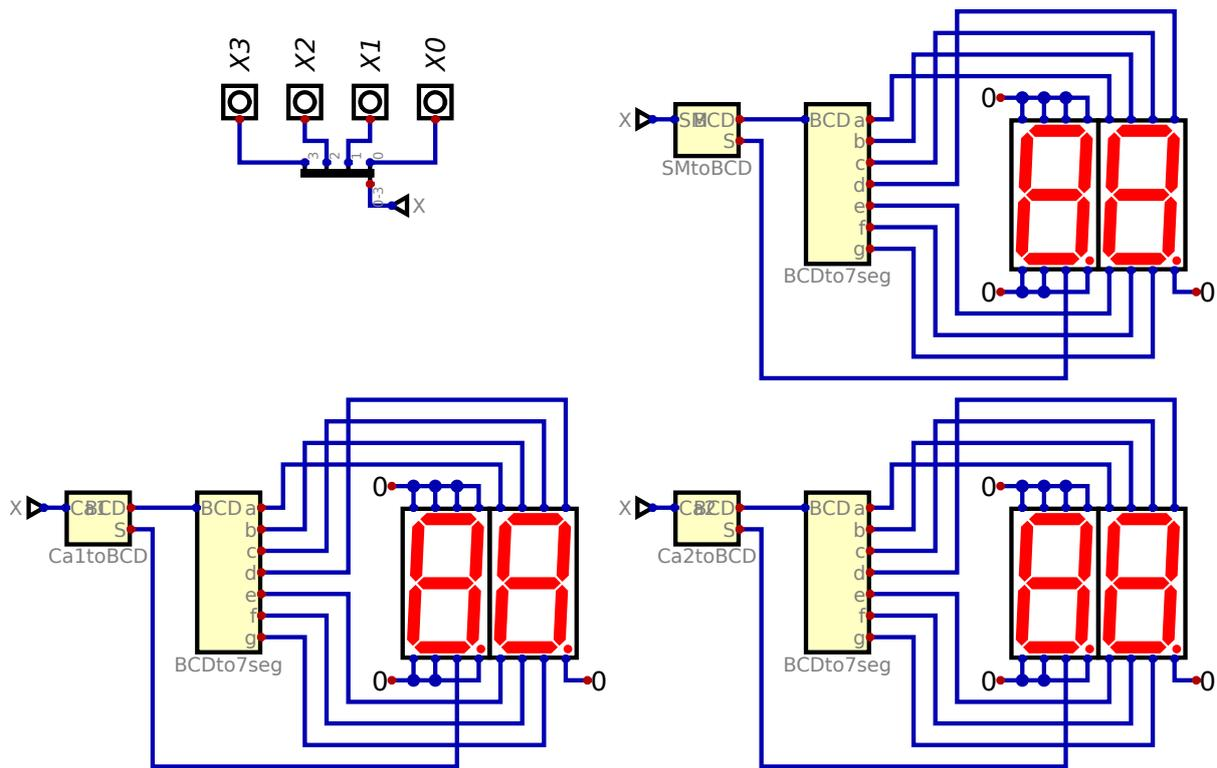

Figura 2.2: Ejemplo del circuito de visualización de enteros.
- En un circuito nuevo (`prac2.dig`) visualizaremos el número entero ( $X_3, X_2, X_1, X_0$ ) que vamos a interpretar (figura 2.2). Para su interpretación como *Signo-Magnitud*, hay que usar los circuitos anteriores. Guarda el nuevo circuito como `prac2.dig` en el mismo directorio que los circuitos anteriores. Una vez guardado podrás añadir los circuitos desde Componentes  $\rightarrow$  Personalizado. Si no aparecen, selecciona Componentes  $\rightarrow$  Personalizado  $\rightarrow$  Actualizar. Para su visualización, añade dos *displays* de 7 segmentos (Componentes  $\rightarrow$  Entrada-Salida  $\rightarrow$  Más  $\rightarrow$  Display de 7 segmentos), uno al lado del otro. El display de la izquierda servirá para visualizar el signo (salida  $S$ ) en su segmento  $g$ . En las siguientes secciones se añadirá lo necesario para visualizar el resto de codificaciones.
23. En el circuito `prac2.dig`, replica lo que has hecho antes pero usando ahora `Ca1toBCD.dig` como componente (figura 2.2).
28. En el circuito `prac2.dig`, añade los componentes necesarios para visualizar las entradas  $X$  con la nueva interpretación de las entradas Ca2→BCD (figura 2.2).